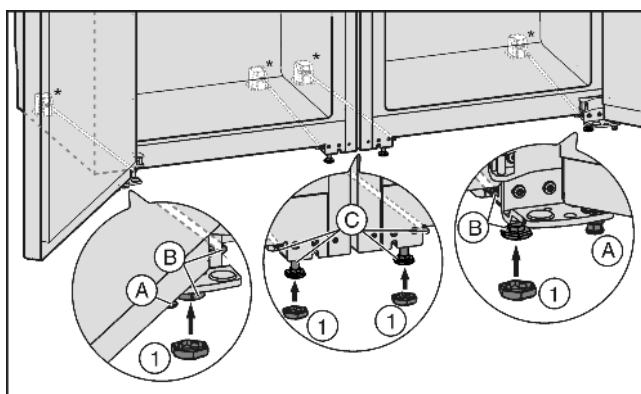

Fig. 4
- ▶ Skruva ev. in justerfötterna Fig. 4 (A) framtill på båda skåpen så att de inte längre rör vid golvet.
- ▶ Sätt skydden Fig. 4 (1) på de fyra främre justerfötterna.
- ▶ Skruva in de mellersta justerfötterna *Fig. 4 (C)* tills de inte rör vid golvet.
- ▶ Rikta kombination med de yttre justerfötterna *Fig. 4 (B)*.
- ▶ Sänk ned de mellersta justeringsfötterna *Fig. 4 (C)* tills de rör vid golvet.
- ▶ Stötta därefter dörren: Sänk ned justeringsfötterna *Fig. 4 (A)* på lagerbocken tills de ligger mot golvet, vrid dem sedan ytterligare 90°.